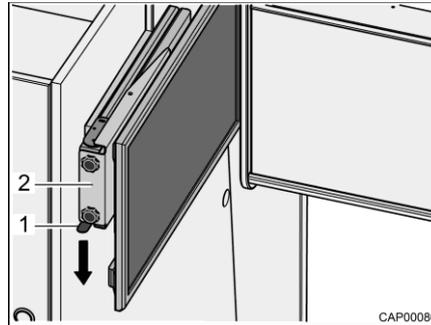

Fig. 67 Dispositivo de extracción con pantalla plana
- Presionar el resorte de cierre (Fig. 67,1) hacia abajo y extraer el dispositivo de extracción (Fig. 67,2) con pantalla plana horizontalmente hacia el centro del vehículo.
- Introducir el dispositivo de extracción (Fig. 67,2) con pantalla plana horizontalmente hasta el tope. El resorte de cierre (Fig. 67,1) engatillará audiblemente.